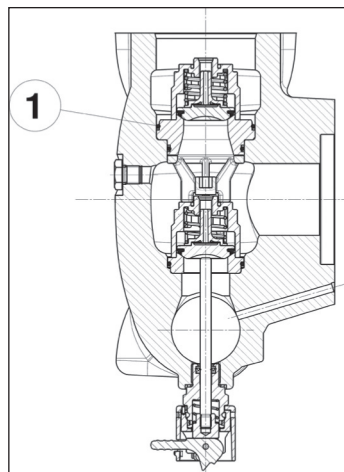

Fig. 111
**Prestare particolare attenzione all'inserimento dell'O-ring indicato in pos. ①, Fig. 111. Si consiglia l'utilizzo dell'attrezzo cod. 27516000 (nelle versioni con Ø Pistone: 40 - 45 - 50) o cod.27516100 (nelle versioni con Ø Pistone: 55 - 60 - 65) per evitare che l'O-ring possa tagliarsi durante l'inserimento.**